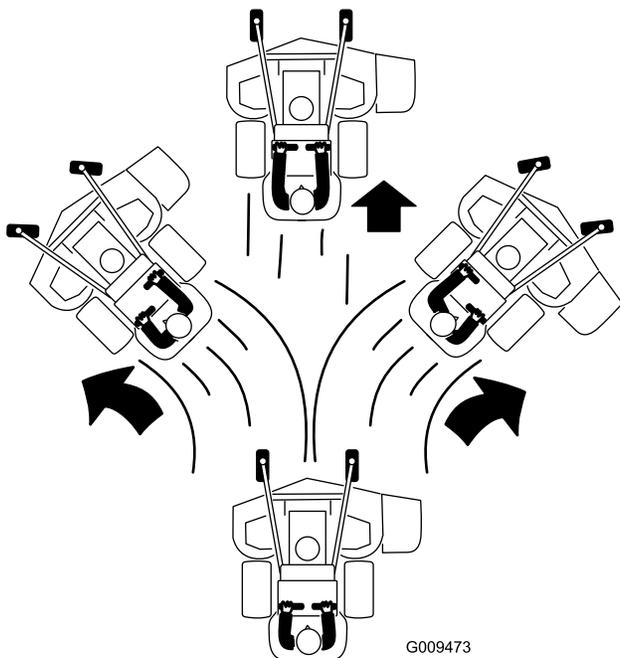

Bild 21
4. Schieben Sie die Fahrtriebshebel langsam nach vorne (Bild 21).